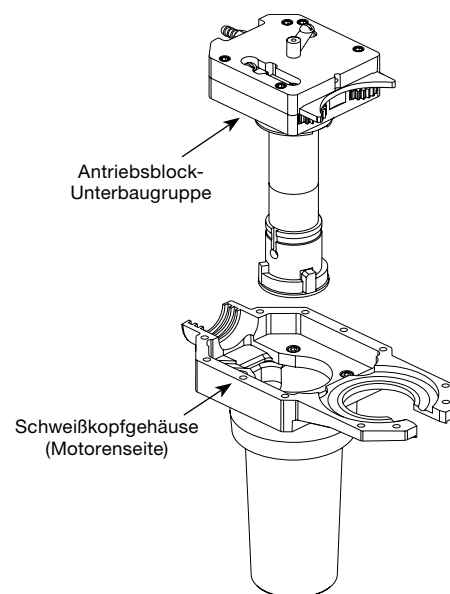

Abbildung 34 Entfernen der Antriebsblock-Unterbaugruppe
8. Die Antriebsblock-Unterbaugruppe vorsichtig aus der Motorenhälfte des Schweißkopfgehäuses entfernen. Siehe Abbildung 34.